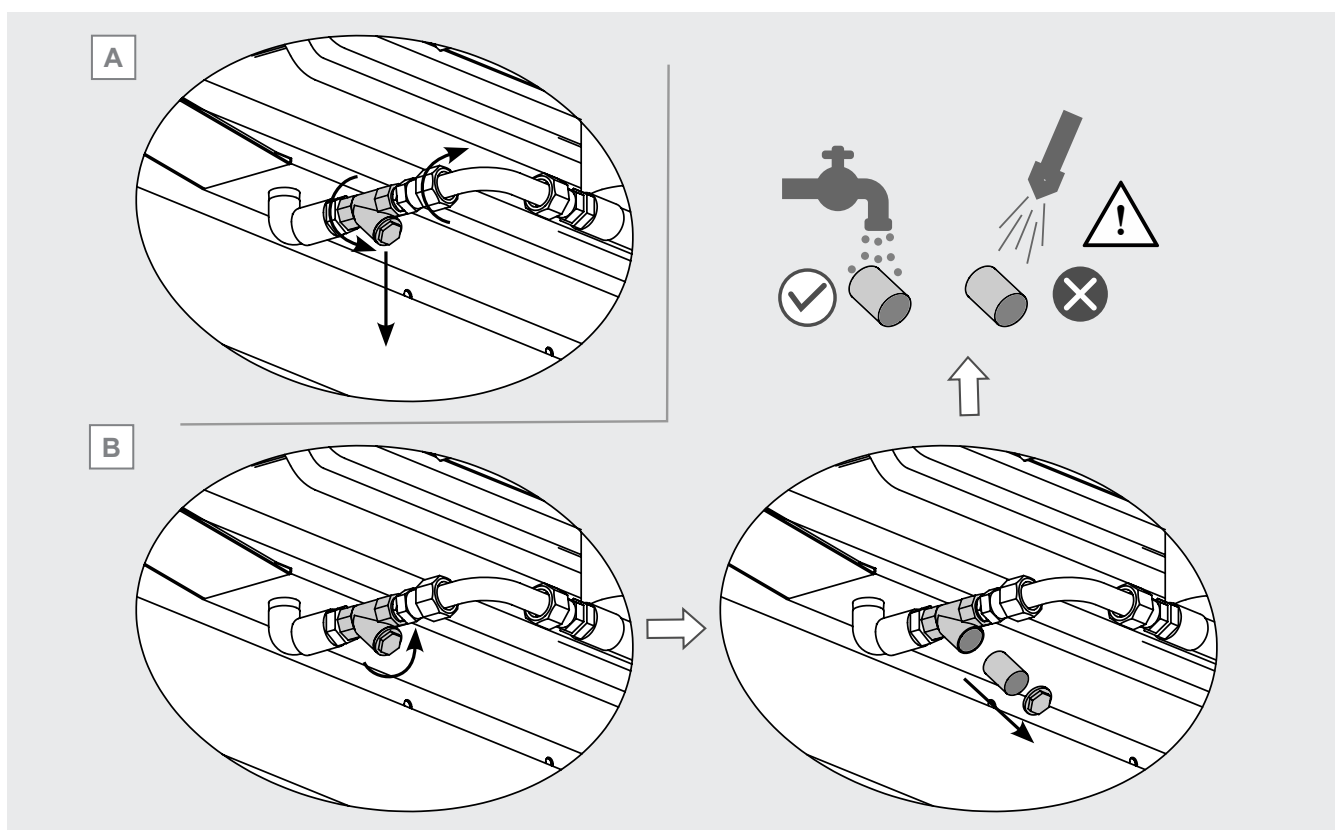

Figure 28
- 12.16.5 Si le filtre entier doit être remplacé, dévissez les raccords aux extrémités, voir la Figure 28 A d'abord le raccord rapide et ensuite l'écrou. Retirer le filtre et le remplacer par un nouveau aux mêmes dimensions et caractéristiques: attention
- 12.16.6 Pour nettoyer le filtre, dévisser le bouchon d'étanchéité situé en bas du corps, l'enlever et retirer le panier intérieur. Veiller à ne pas endommager le panier. Voir la Figure 28 B.